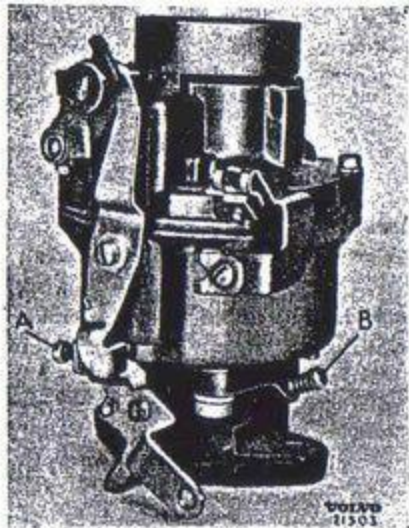

Bild 17. Förgasarens justerskravar.
1. Dra till blandningsskraven "B" bild 17 för fullt och lossa den därefter 1 1/2 varv.
1. Kontrollera, att handgasreglaget är helt inskjutet, att luftspjället är helt öppet, att gaspedalen går lätt samt att spjällskruven "A" bild 17 går emot stopplacken.